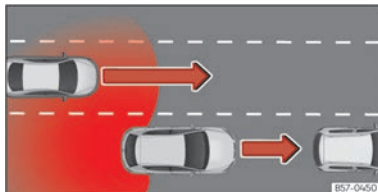

Abb. 129 Überholen mit Verkehr im hinteren Bereich.
- Bei einer Überholung durch ein anderes Fahrzeug » » (Abb. 129).